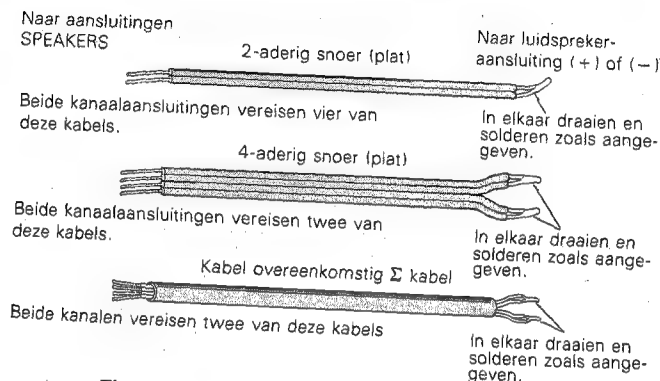

Fig. 2 Vervangingskabels voor Σ kabels
2. Als de meegeleverde kabels te kort zijn voor uw systeem, kunnen in de handel verkrijgbare kabels worden gebruikt zoals in Fig. 2 is aangegeven.